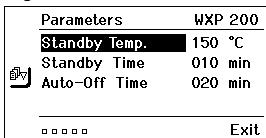

Fig. 12
- Selezionare una voce di menu tramite il pulsante con rotella (5). La selezione verrà evidenziata su sfondo nero (ad es. "Temp. stand by", vedere Fig. 12).